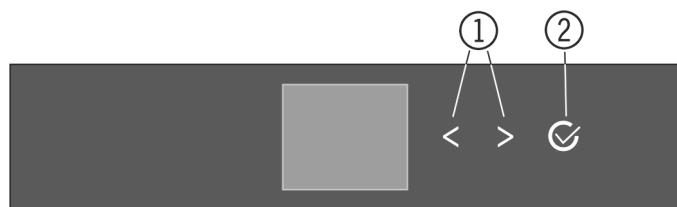
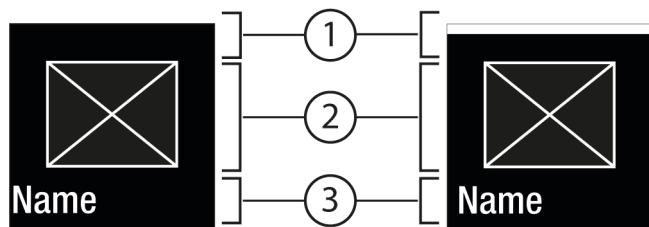
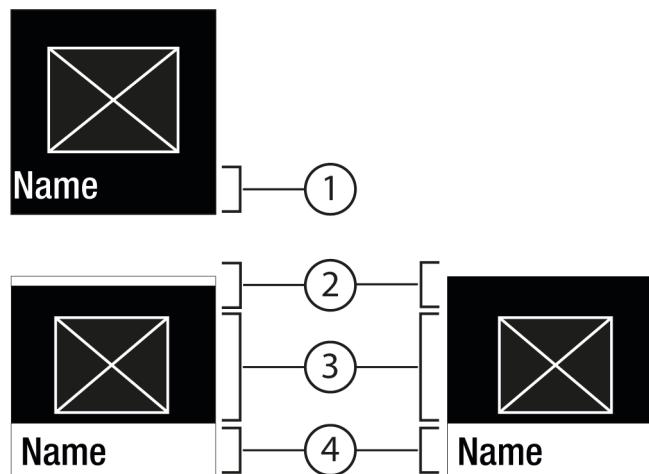

Fig. 5
Fig. 6
Fig. 7
(1) Навигационная стрелка влево / вправо
(2) Подтвердить
#### Навигационная стрелка влево / вправо Fig. 5 (1):
#### Подтвердить Fig. 5 (2):
- Навигация при помощи навигационной стрелки влево / вправо Fig. 5 (1).
- С помощью Подтвердить Fig. 5 (2) вызвать Подменю Fig. 7 (4).
- Установка нового значения: С помощью Подтвердить Fig. 5 (2) выбрать деактивированное значение Fig. 6 (1).
- Назад в меню: С помощью Подтвердить Fig. 5 (2) выбрать уже активированное значение Fig. 6 (2).
- Навигационные стрелки Fig. 5 (1) нажмайте до тех пор, пока не появится индикация функции .
- Нажмите на Подтвердить Fig. 5 (2).
- Навигационные стрелки Fig. 5 (1) нажмайте до тех пор, пока не появится индикация функции.
- С помощью навигационных стрелок Fig. 5 (1) выберите значение настройки.
- Состояние: активировано Fig. 6 (1) появляется недолго в Подменю Fig. 7 (4).
- Нажмайтe навигационные стрелки Fig. 5 (1) до тех пор, пока не появится индикация настроек .
- Нажмайтe навигационные стрелки Fig. 5 (1) до тех пор, пока не появится индикация требуемой настройки.
- Нажмите и удерживайте в течение 3 секунд Подтвердить Fig. 5 (2).